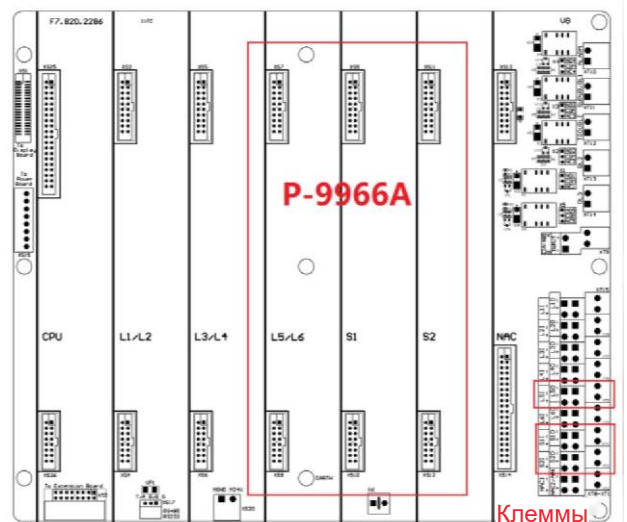

Рис. 2
- ✧ К одной панели управления GST-IFP4М можно подключить макс. три карты P-9966A(-RU), см. Рис. 2.
Расположение карты P-9966A(-RU) показано на Рис. 2. P-9966A(-RU) сетевую карту CAN можно вставить в слот L5/L6, S1 или S2 на материнской плате MB-400. В панели можно использовать максимум три сетевых карты, включая P-9966A(-RU) или P-9983. При подключении в слот L5/L6, подключите внешние сетевые кабели к клеммам L5I и L5O. При подключении к слоту S1, подключите внешние сетевые кабели к клеммам S1I и S1O. При подключении в слот S2, используются клеммы S1I и S1O.
Сетевая карта CAN P-9966A(-RU) устанавливается в слоты материнской платы панели управления, как показано на Рис. 2. Кольцевая сеть формируется через витую пару, как показано на Рис. 1.